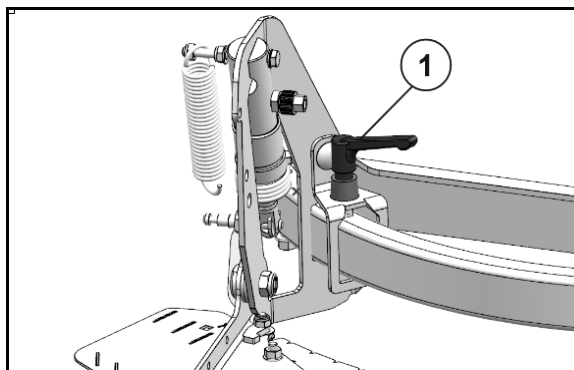

Fig. 56
1. Allentare la leva di bloccaggio (Fig. 56/1).